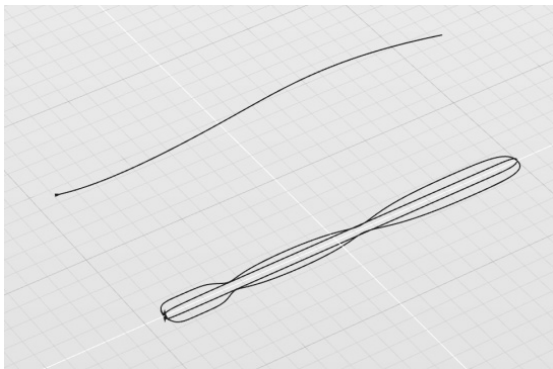

图 4-70 打开练习文件
1) 打开素材文件夹“练习 (4.3.6_2)”中的 Evolve 文件, 该文件中包含 5 条曲线, 如图 4-70 所示。